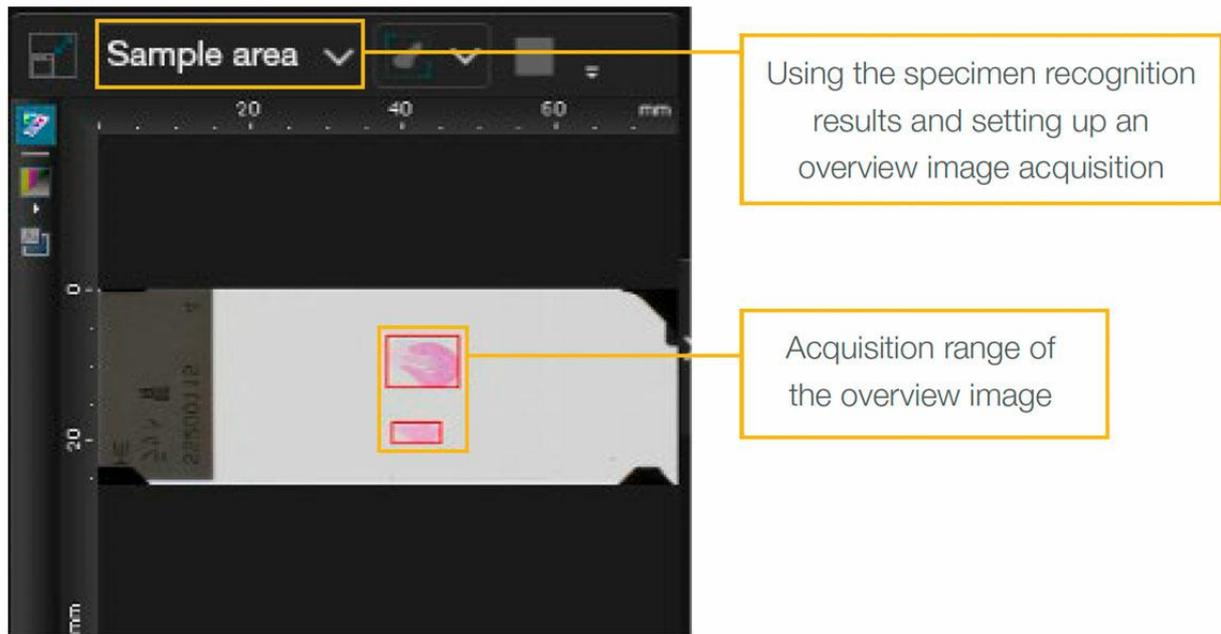

Abbildung 5. Festlegung des Bereichs für die Übersichtsbildaufnahme anhand der Ergebnisse der Probenerkennung.
2. Erfassung hochauflösender Übersichtsbilder anhand der Ergebnisse der Probenerkennung (Abbildung 5).